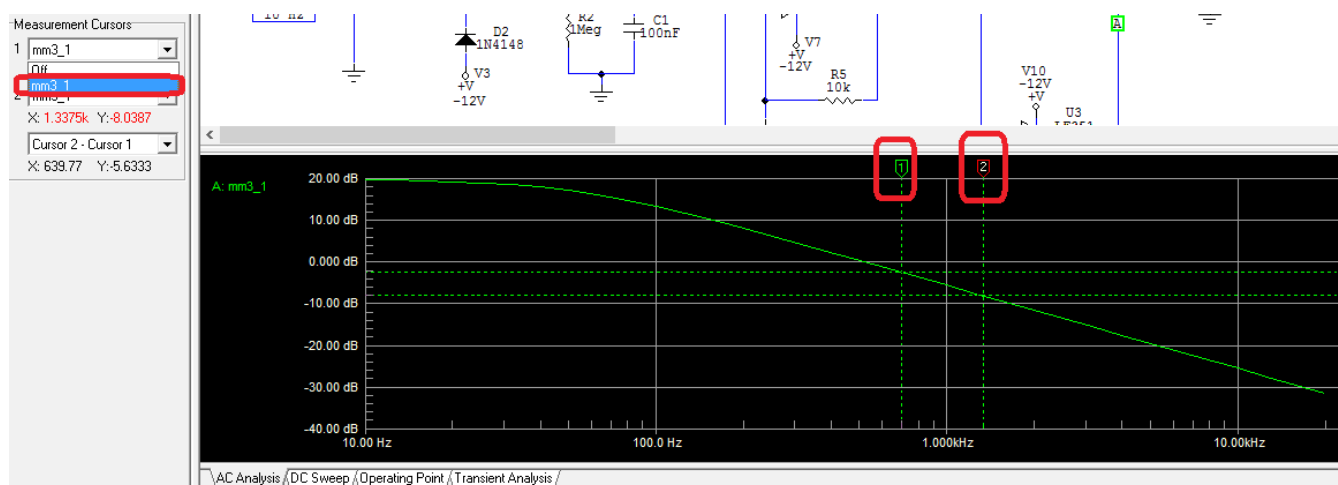

Figura 1.4. Obtener la pendiente de la gráfica con ayuda de los cursores de medida.
17. Active los dos cursores de medida y cuando aparezcan en la gráfica ubíquelos para determinar la pendiente como se muestra en la Figura 1.4.